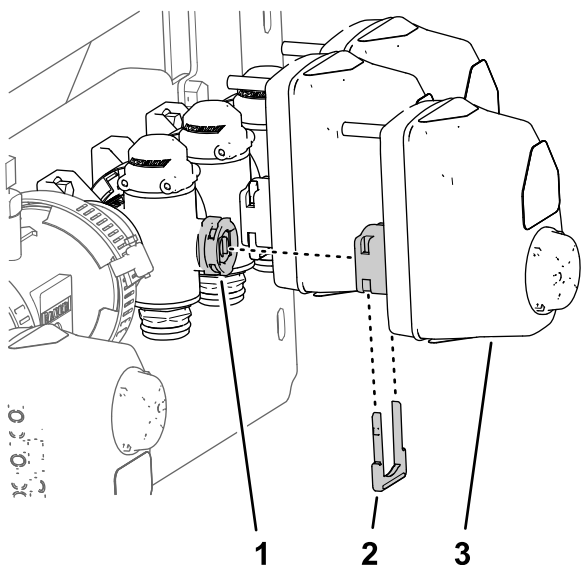

図 51
8. ステップ 2 バルブアクチュエータの取り外し (ページ 21) で外したブームバルブ用カップラを、マニホルドバルブのステムポートに合わせる 図 51。
9. リテーナ 図 51 ステップ 1 バルブアクチュエータの取り外し (ページ 21) で外したものを使用して、boomバルブアクチュエータをマニホルドバルブに固定する。